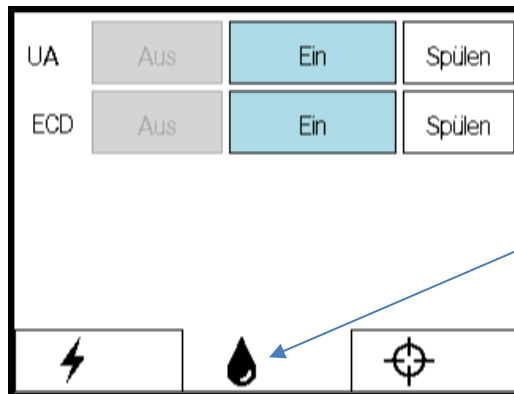
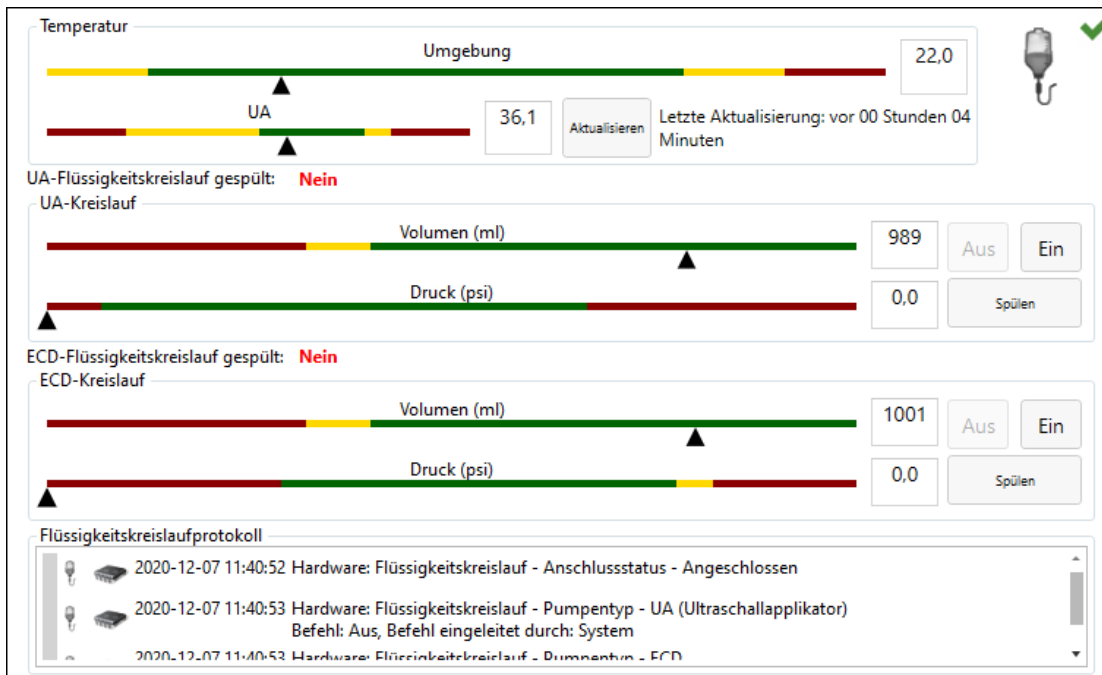

Abbildung 8: PSIB-Anzeige – Registerkarte „Flüssigkeitskreislauf“
Abbildung 9: FC-Informationsbox im Arbeitsbereich „TDC Einrichtung“
5. Wählen Sie in der PSIB-Anzeige die Registerkarte **Flüssigkeitskreislauf** (*Abbildung 8*) und spülen Sie die UA- und ECD-Pumpen. Sie können dies auch vom TDC aus tun, indem Sie **SPÜLEN** neben dem Quadranten des Flüssigkeitskreislaufs (Fluid Circuit, FC) drücken (*Abbildung 9*).
- h. Wenn die Spülpumpe noch eingeschaltet ist, diese über die PSIB-Anzeige (oder die TDC) ausschalten, indem Sie im UA-Kreislauf auf **Aus** klicken (*Abbildung 9*).